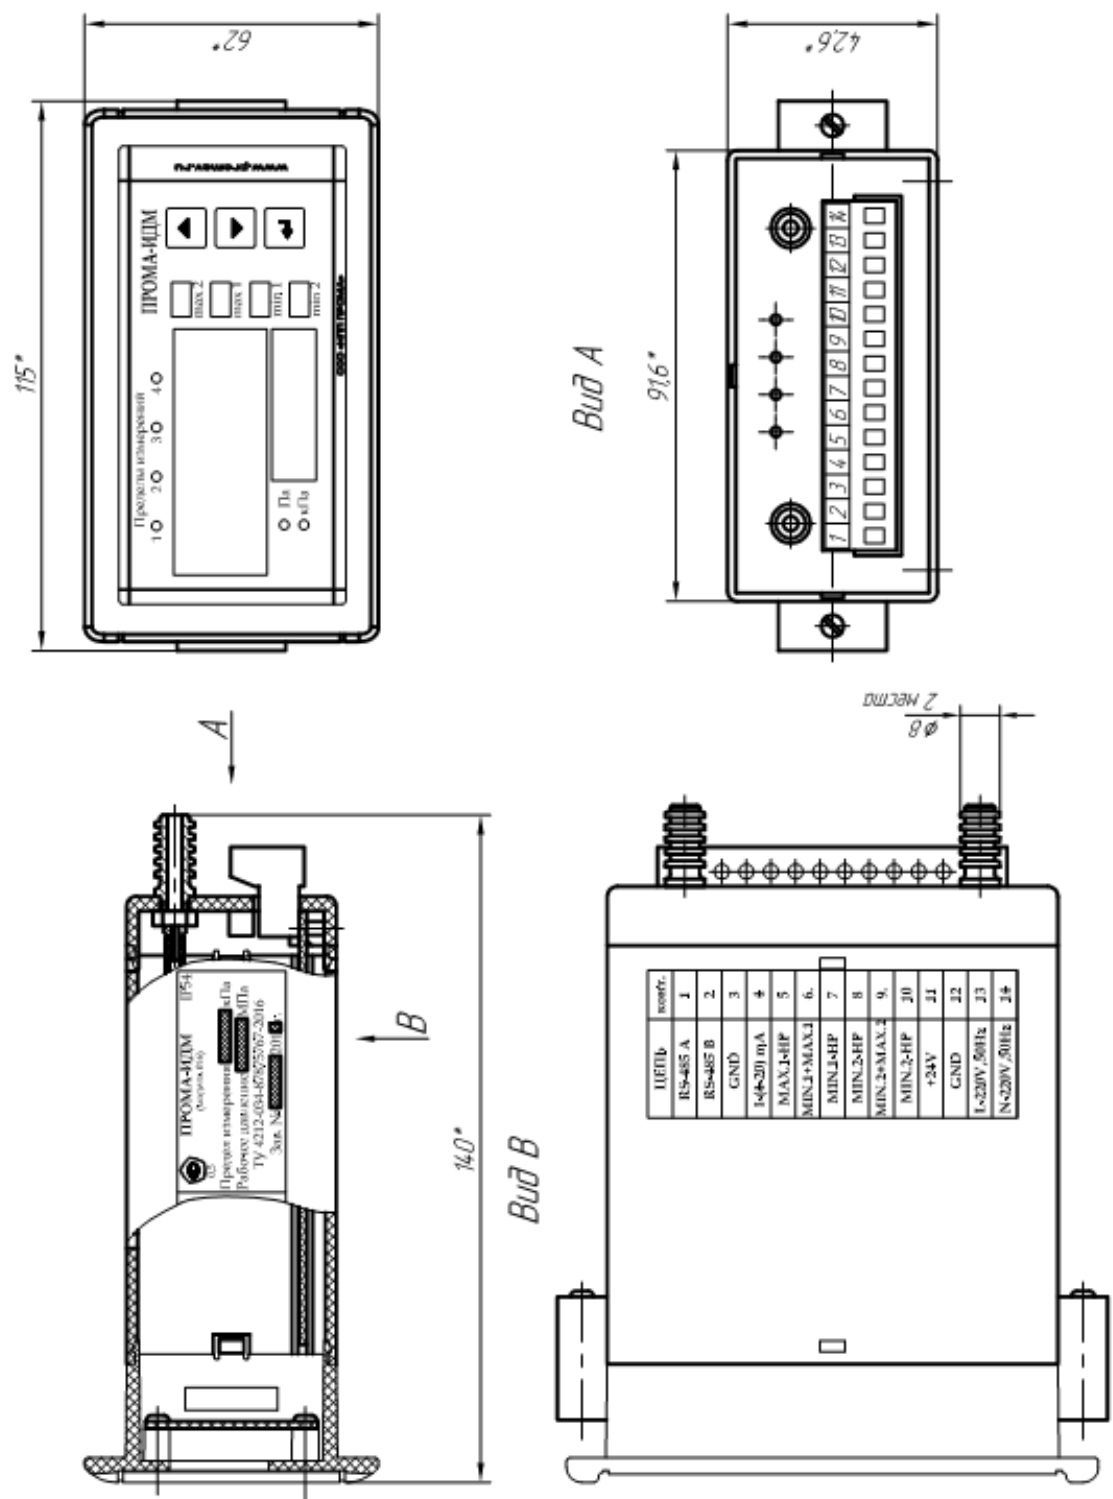

Рис. 1.2. Измеритель Пром-ИДМ-ДД. Щитовое исполнение.
- Рис. 1.2. Измеритель Прома-ИДМ-ДД Щитовое исполнение. Габаритный чертеж.